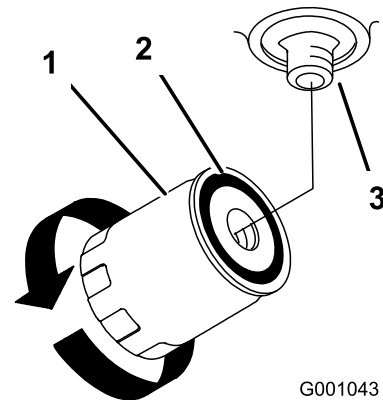

Bild 57
4. Ölen Sie die Gummidichtung am Ersatzfilter leicht mit Frischöl ein (Bild 57).
6. Füllen Sie den Hydraulikbehälter mit Hydraulikflüssigkeit, bis die Flüssigkeit über den Filter läuft. Drehen Sie den Ölfilter dann nach rechts, bis die Gummidichtung den Filteradapter berührt. Ziehen Sie den Filter dann um eine weitere halbe Umdrehung fest (Bild 57).